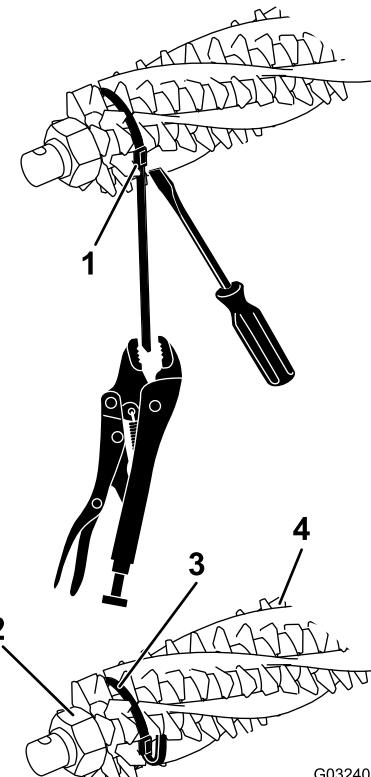
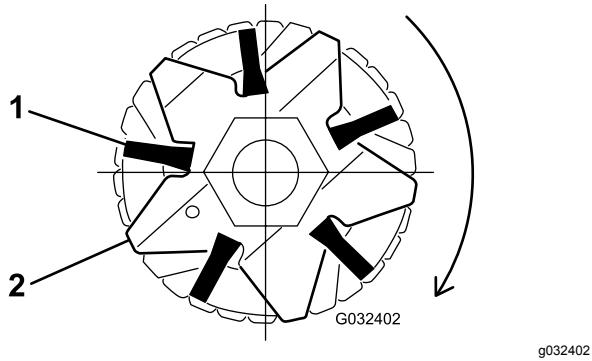

Figura 15
Figura 17
2. Afloje las tuercas de retención de cuchillas del groomer en ambos extremos del eje del groomer (Figura 15).
4. Asegúrese de que los cepillos se asientan en las ranuras de las cuchillas del groomer (Figura 15 y Figura 17).
5. Pase las cintas alrededor del eje del molinete y los cepillos, según se muestra en Figura 15, colocándolas en las hendiduras de los cepillos Figura 17.
Nota: Si los cepillos del Broomer no se asientan debidamente en las ranuras de las cuchillas, afloje las tuercas de retención de las cuchillas del groomer en cada extremo del eje del groomer, posicione los cepillos del broomer debidamente en las ranuras de las cuchillas y apriete las tuercas de retención de las cuchillas del groomer (Figura 15).
7. Empujando un destornillador contra la hebilla de la cinta, agarre cada cinta con alicates de mordaza y tense las cintas hasta que se bloqueen en las ranuras de los cepillos (**Figura 15**).